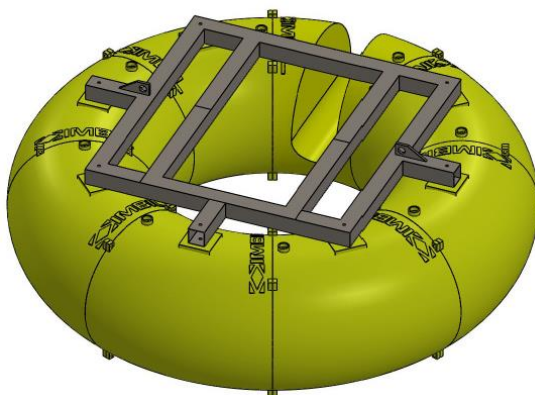

Figura 4 – Conjunto Plataforma-Flutuante
- Colocar o conjunto Plataforma-Flutuante na água (Figura 4).